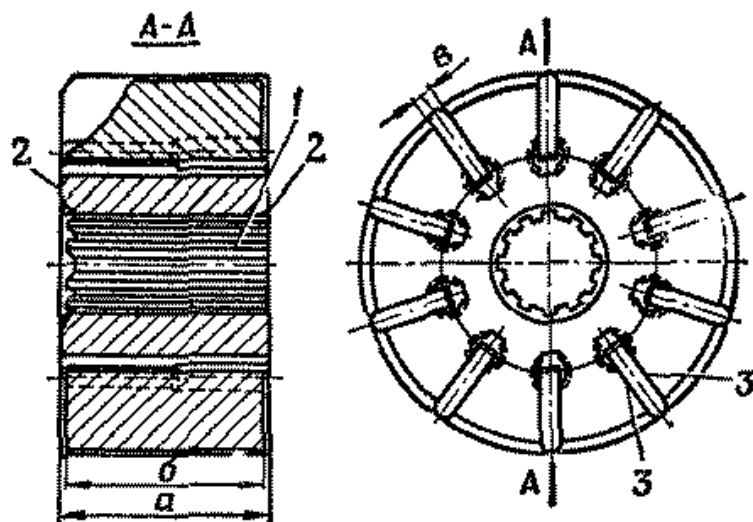

Рис. 196. Ротор насоса гидроусилителя руля с лопастями в сборе
3. Ротор насоса с лопастями в сборе (рис. 196)